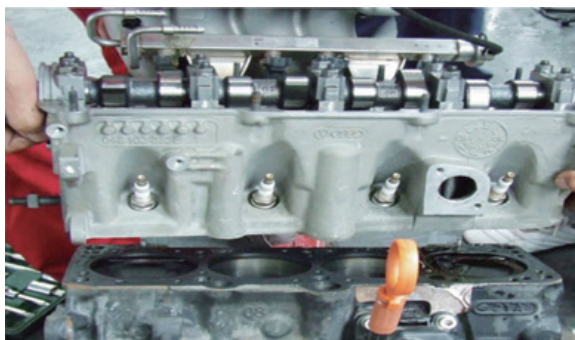

图 8 取出汽缸盖
3) 取出固定螺栓。慢慢晃动气缸盖，从缸体上搬出气缸盖（如图 8 所示）。